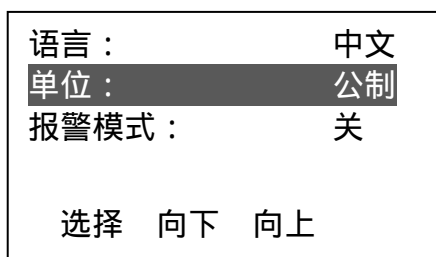
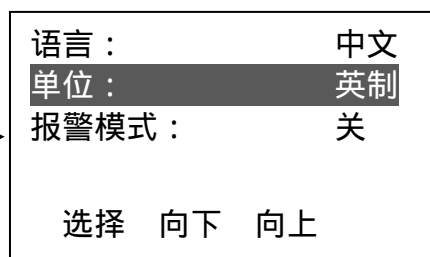

图 26
图 27
- d. 按 **←** 或 **→** 键选择单位，按 **←** 键循环显示公制和英制，（如图 26 和图 27）：